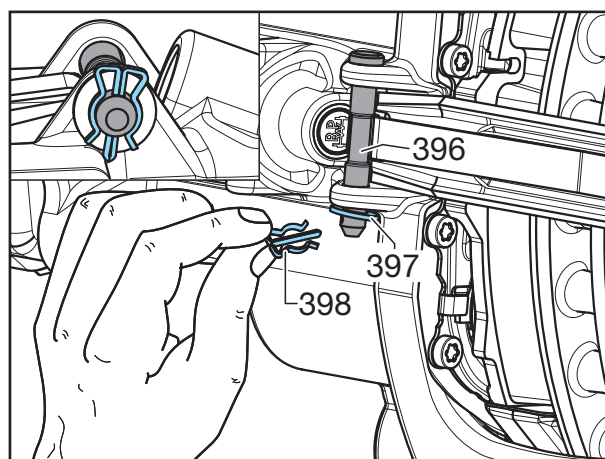

Fig. 29
[37] Сложете болта отгоре (396), монтирайте шайбата (397) и подсигурете с пружинен шифт (398). Поставете шифта в правилна монтажна позиция, така, че да има достатъчно място за джантата. (виж Fig. 29, горе).